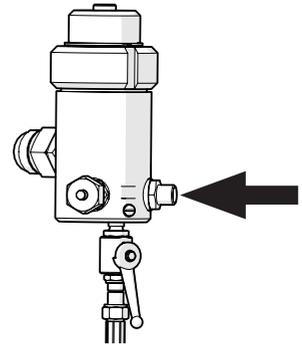

Fig. 16 Raccorder le flexible de pulvérisation sur le filtre à haute pression
1. Raccordez le flexible de pulvérisation à la sortie de matériau sur le filtre haute pression (Fig. 16).